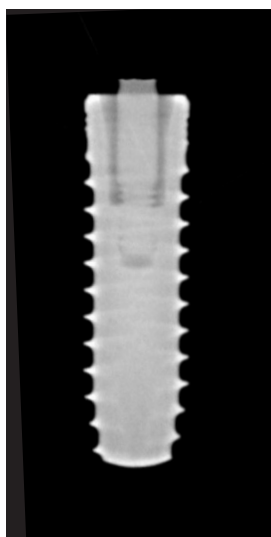
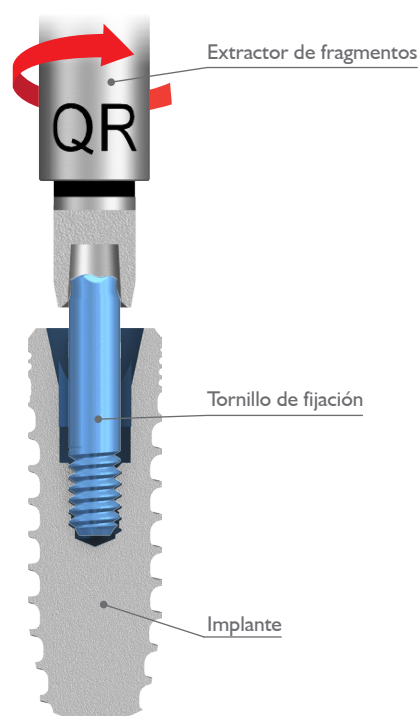

Fig. 1: Sistema BionIQ – Radiografía de rotura bajo la cabeza del tornillo.
Fig. 2: Sistema BionIQ – Retirada del tornillo mediante el extractor de fragmentos.
Rotura del tornillo bajo su cabeza (Fig. 1), el fragmento que permanece en el interior del implante se puede retirar con el extractor de fragmentos (D) (Fig. 2) mediante un movimiento en el sentido contrario a las agujas del reloj.